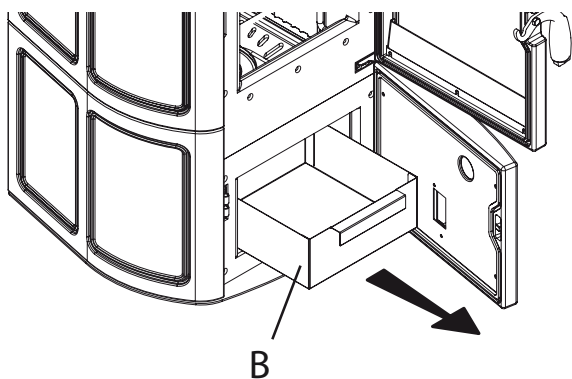

Fig. 7.2.2
- Trekk ut askeskuffen (B) (fig. 7.2.2) og tøm innholdet helt.
- Remove the ash box (B) (Fig. 7.2.2) and fully empty it.
- Den Aschenkasten (B) herausziehen (Abb. 7.2.2) und den Inhalt vollständig ausleeren.